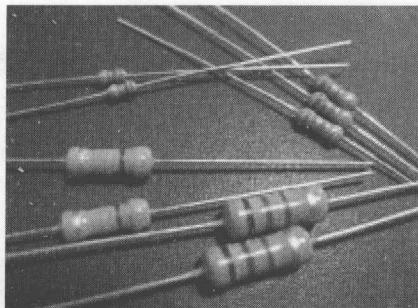

图1.2 碳膜电阻器
① 碳膜电阻器是将结晶碳沉积在陶瓷棒骨架上制成。碳膜电阻器成本低、性能稳定、阻值范围宽、温度系数和电压系数低。观察工业电路板上的插件电阻器，碳膜电阻器的本体颜色多呈黄色、棕色，早期的工业电路板及一些低成本电路板上多有采用。如图1.2所示。